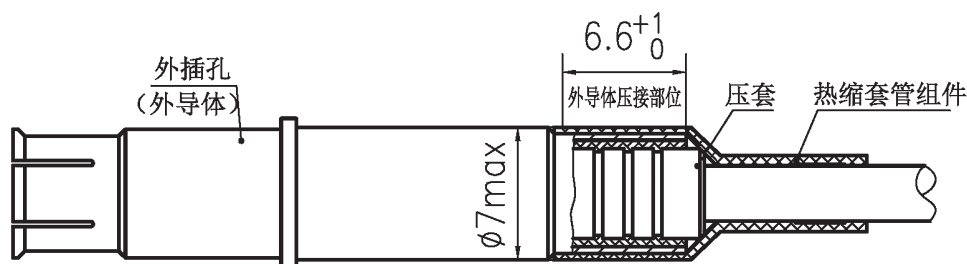

图 10
(2) 把热缩套管组件推至外插孔尾部台阶处, 并在该位置热缩。见图 10。